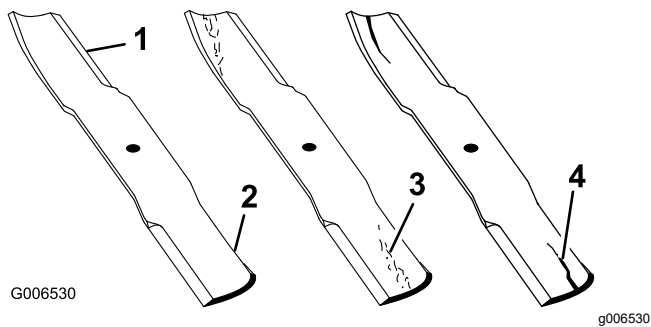

Figure 35
1. Examinez le tranchant des lames (Figure 35).
4. Remplacez immédiatement toute lame fendue, usée ou qui présente une entaille sur cette partie (Figure 35).